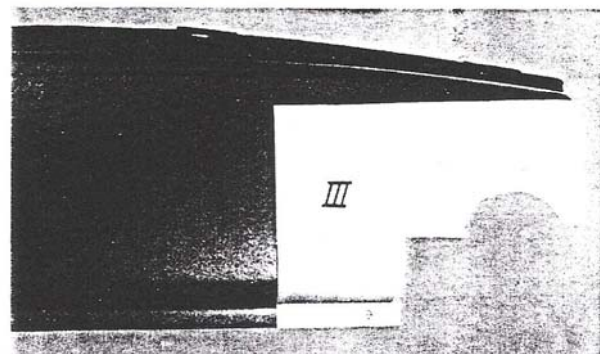

Bild 9
11. Schutzwand für Gepäckwanne nach Schablone III ausschneiden, wieder einsetzen und befestigen (Bild 9).